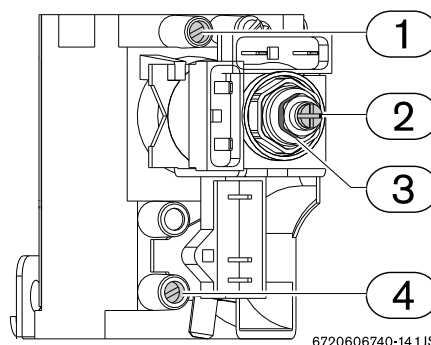

Fig. 16 Tryckmätpunkter
- ▶ Använd reglaget (Fig. 16, pos. 3) för att ställa in trycket så att värdena som indikeras i table 12 uppnås.
- ▶ Använd justeringskruven (Fig. 16, pos. 2) för att ställa in trycket så att värdena som indikeras i table 12 uppnås.